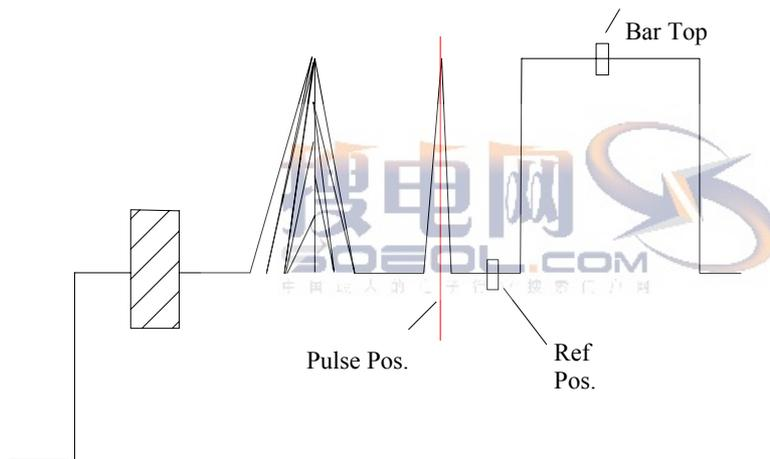

图 6 亮度波形失真 2T 脉冲和条测试信号
5.2 在测试碟常规测试中选中“亮度波形失真”，播放“2T 脉冲和条”信号。信号波形和测试点如图 6 所示：
- 按 Menu 键，选择 Acquire，再选择 Special Position，分别调节 BarTop、Ref Pos、Pulse Pos 至图 6 所示位置。按 Exit 退出。